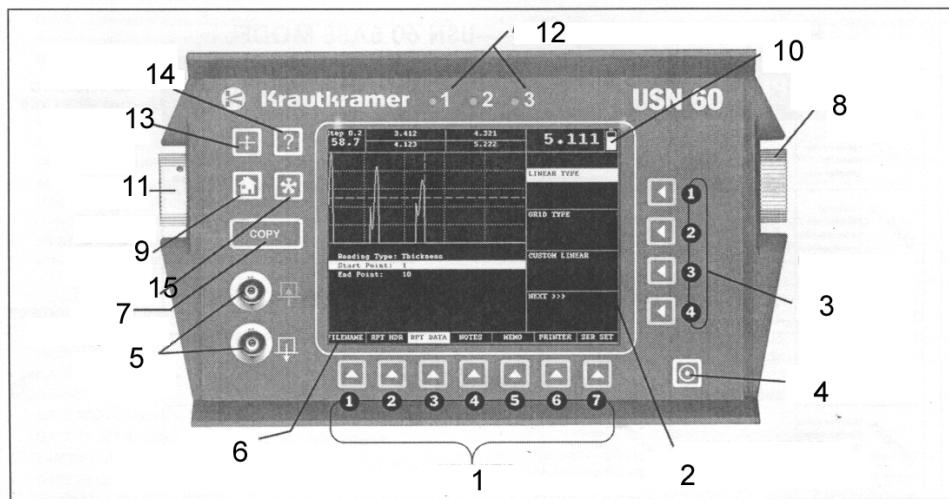

图 1-2 显示键和旋钮的功能
电池电量的多少通过图标显示（见图 1-2）。安装新电池后，图标将显示电量充足；随着电量的消耗，图标逐渐显示出电量不足。需要注意的是此图标只正确的显示本手册第 2 章第 1 节中所要求使用的电池的电量情况。
USN60 的设计方便操作者快速进入仪器的所有功能。通过易于操作的菜单系统, 只需不超过 3 个键的按压即可进入任何一种功能 (如图 1-2)。要进入任何一种功能你只需:
你可以在仪器上找到以下按键和旋钮 (如图 1-2):
**—主键** 快速返回主菜单, 如图 1-2 所示。